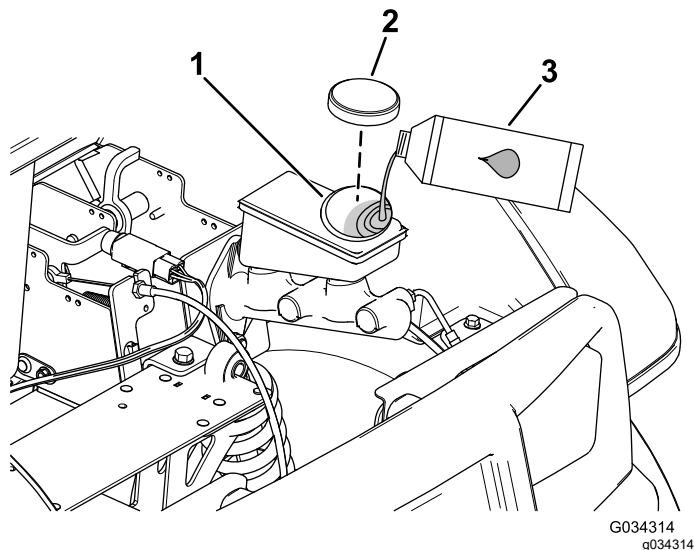

Figura 54
2. Eleve novamente o capot para obter acesso ao cilindro principal do travão e reservatório (Figura 54).
- A. Limpe a zona em redor da tampa do reservatório e retire-a (Figura 54).
- C. Coloque a tampa do reservatório (Figura 54).